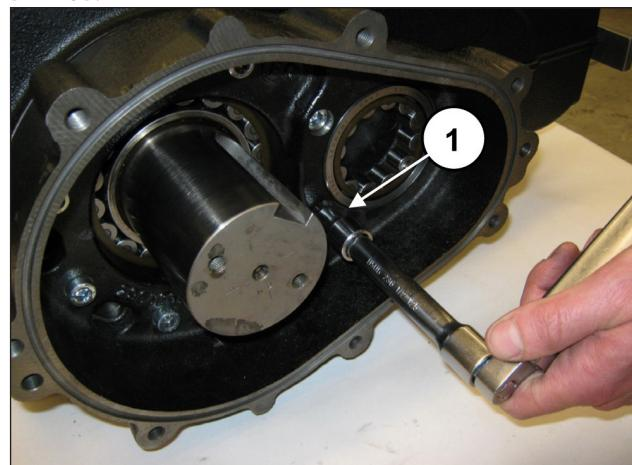

Рис. 66
Закрутите 8 винтов M10x40 (поз. ①, Рис. 66).